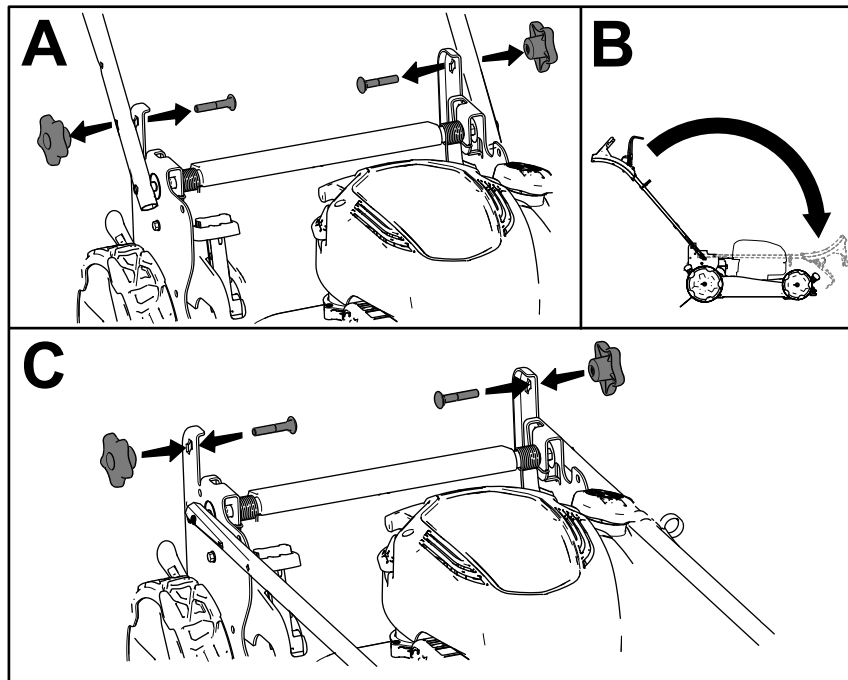

Bild 24
1. Entfernen Sie die beiden Holmhandräder sowie die beiden Schlossschrauben von den Holmhalterungen (A in Bild 24) und heben Sie diese auf.
2. Klappen Sie den Holm zusammen, indem Sie ihn nach vorne drehen (B in Bild 24).
3. Befestigen Sie die Holmhandräder und die Schlossschrauben an den Holmhalterungen (C in Bild 24).